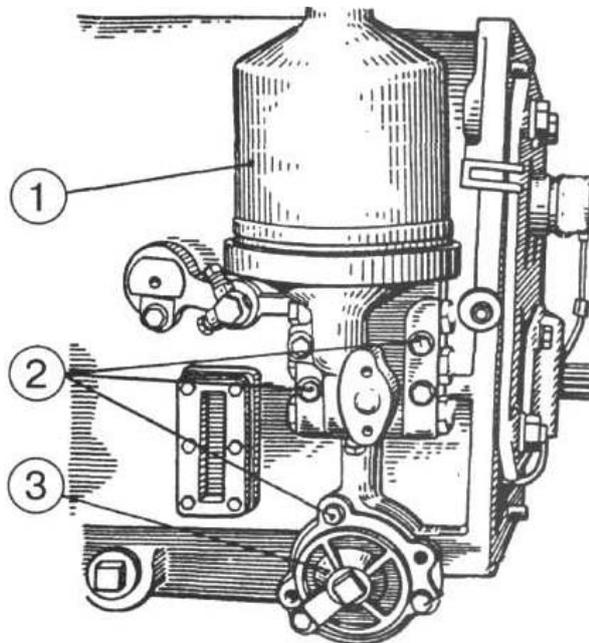

Рисунок 4.30
4) отверните болты (2) (рисунок 4.30), снимите фильтр-распределитель (1), сетчатый фильтр (3) и прокладки;